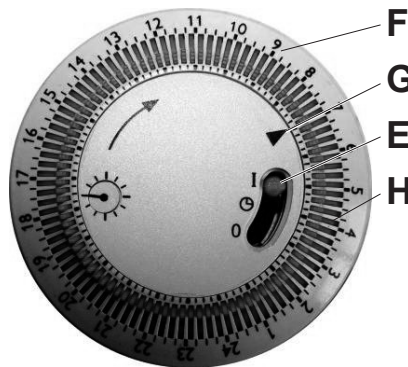
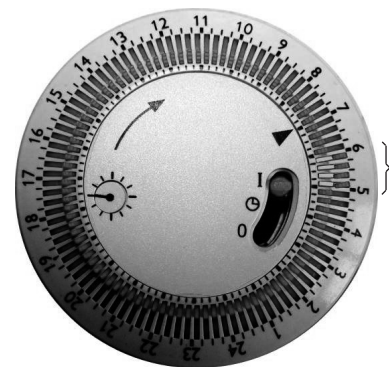

fig. 8
fig. 9
**fig. 8****fig. 9**
2. Pousser vers l'extérieur les segments souhaités "H" dans lesquels l'appareil restera allumé. Ils doivent être poussés vers l'intérieur si l'on souhaite que pendant ce temps l'appareil reste éteint. Exemple: Pour programmer l'allumage à 05:00 et l'extinction à 06:00, il faut pousser les 4 segments entre les 5 et les 6 vers l'extérieur (voir figure 9).
Beispiel: Für die Programmierung des Einschaltens um 05:00 und des Ausschaltens um 6:00 sind die 4 Segmente zwischen 5 und 6 nach außen zu schieben (siehe Abbildung 9).